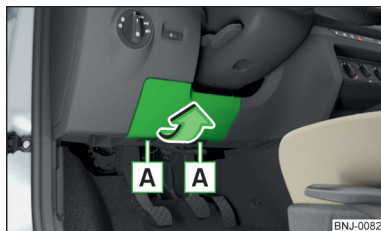

Bild 199
- Ta bort säkringsskåpets lock i pilriktningen » bild 199.